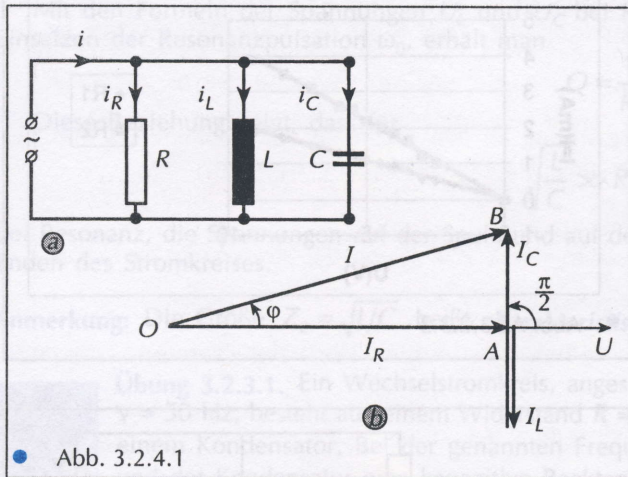

Abb. 3.2.4.1
Wir betrachten einen Stromkreis, gebildet aus einem Widerstand R , einer Spule mit der Induktivität L und einem Kondensator mit der Kapazität C , die parallel geschaltet sind. An die Klemmen des Stromkreises wird eine Wechselspannung angelegt (Abb. 3.2.4.1-a).
In der Phasenzeigerdarstellung ist der Gesamtstrom I die Summe dieser 3 Ströme (Abb. 3.2.4.1-b). Aus dem rechtwinkligen Dreieck OAB , das man **Dreieck der Ströme** nennt, erhält man mit dem Satz von Pythagoras $I^2 = I_R^2 + (I_L - I_C)^2$, von wo mit den Formeln der Ströme von oben folgt:
Anmerkung: In dem in der Abb. 3.2.4.1-b dargestellten Fall ist $I_C > I_L$ und deshalb $1/X_C > 1/X_L$. Das heißt $\operatorname{tg} \varphi > 0$, der Phasenunterschied φ ist positiv.
In der Abb. 3.2.4.1-b wurde das Dreieck der Ströme für den Fall $I_C > I_L$ gezeichnet. Es kann aber auch $I_C < I_L$, oder $I_C = I_L$. Für diese beiden Fällen ist das Phasenzeigerdiagramm in den Abb. 3.2.4.2-a und 3.2.4.2-b gegeben.
Im ersten Fall (Abb. 3.2.4.2-a) ist $I_C < I_L$ und deshalb $1/X_C < 1/X_L$. Es folgt $\text{tg}\varphi < 0$, also der Phasenunterschied φ ist negativ.
Im zweiten Fall (Abb. 3.2.4.2-b) ist $I_C = I_L$ und deshalb $X_L = X_C$. Es folgt $\text{tg}\varphi = 0$, also der Phasenunterschied ist Null. Dieser Fall heißt **Resonanz der Ströme** im Parallelstromkreis.
• Abb. 3.2.4.2